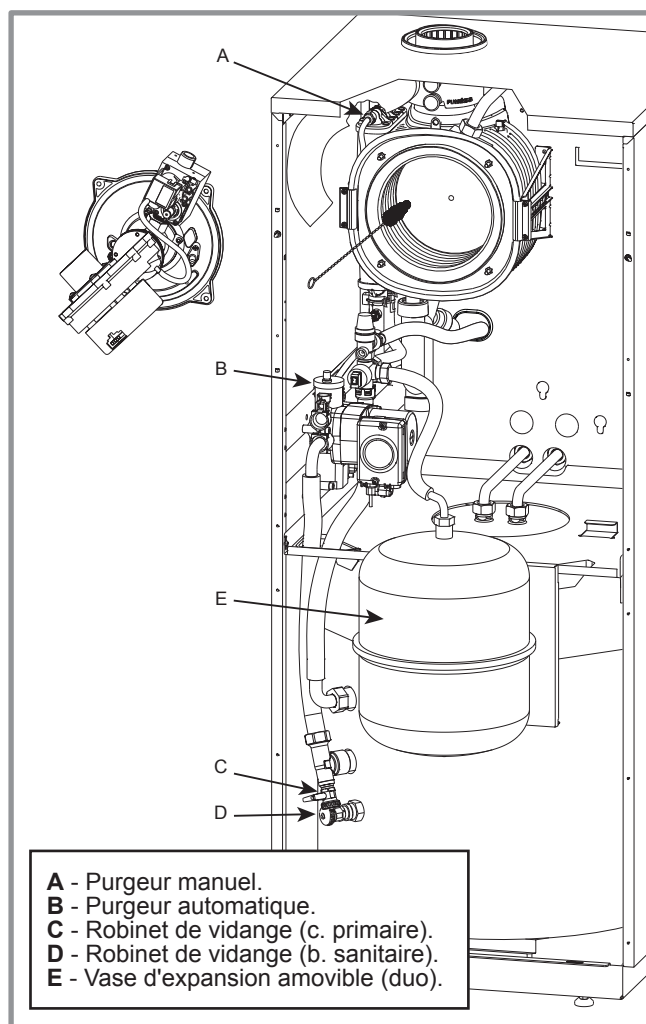

figure 42 - Accès à la chambre de combustion (ex. perfinox condens duo)
- Ouvrir le robinet de vidange du ballon sanitaire (rep. **D** *figure 42, page 36*).
- Ouvrir le robinet de vidange de la chaudière (figure 42, rep. C).
- Ouvrir le purgeur de la chaudière (figure 42, rep. A).